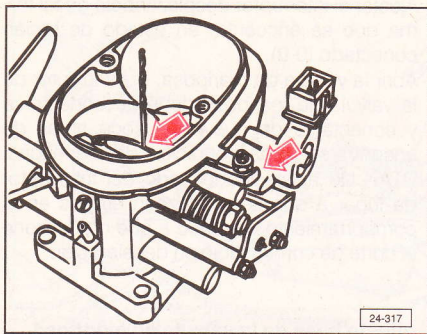

Fig. 2.130
(Sólo en tubos de válvulas de mariposa dotadas de válvula de mariposa previa) NOTA.- El tornillo de tope se ha ajustado en fábrica, ajuste éste que no debe cambiarse. En caso de que el tornillo se haya desajustado por descuido, el ajuste del mismo ha de practicarse como sigue: Ajustar la válvula de mariposa previa mediante tornillo de tope de tal forma que se obtenga una holgura de 0,5 mm en el lugar indicado (Fig. 2.130). NOTA.- Este valor sólo ha de aplicarse al ajuste efectuado posteriormente, por lo que puede ser distinto del ajustado en fábrica. Fijar el tornillo de tope mediante contratuerca y verificar el ajuste.
Abrir el escalón I de la válvula de mariposa y volver a cerrarlo hasta que el taqué del amortiguador de cierre (1) entre en contacto con el rodillo (2) (Fig. 2.130).